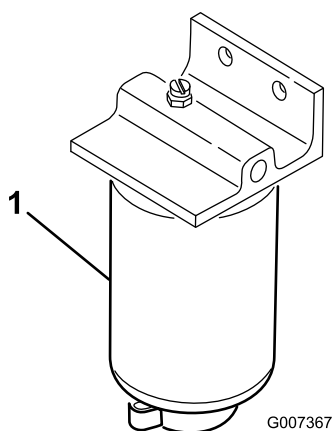

Figure 30
1. Placez un bac de vidange propre sous le filtre à carburant(Figure 30).